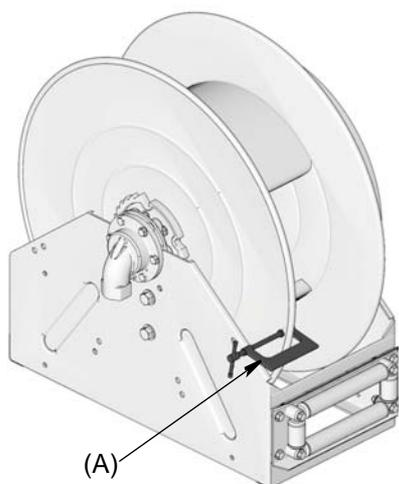

FIG. 17
3. Fije una abrazadera en C (A) en la bobina del carrete como se muestra en la FIG. 17 para evitar que el carrete se destrabe accidentalmente y gire libremente.